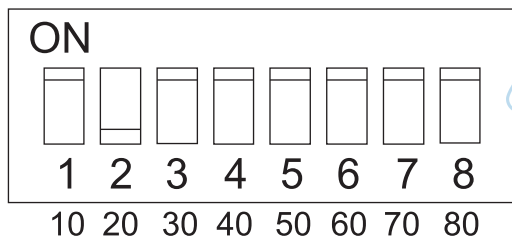
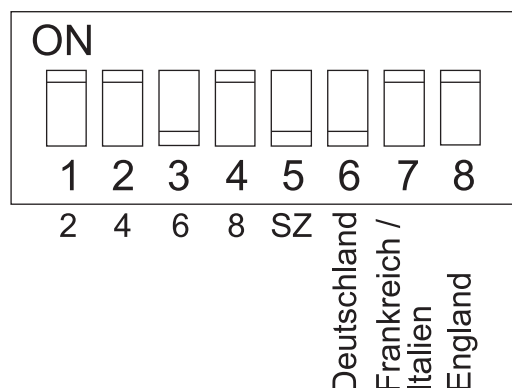

Abb. 3: Rohwasserhärte Zehnerstelle (DIP-Schalter 20)
Abb. 4: Rohwasserhärte Einerstelle (DIP-Schalter 21)
- Änderung der voreingestellten **Rohwasserhärte**: Die Rohwasserhärte Ihres Leitungswassers muss an der elektronischen Schaltung eingestellt werden (siehe DIP-Schalter 20 u. 21, Abb. 3 u. 4).
Mit Hilfe der beiden DIP-Schalter 20 und 21 wird dieser Wert an der elektronischen Schaltung eingestellt. Hierzu wird mit dem DIP-Schalter 20 (siehe Abb. 3) die Zehnerstelle und mit den Kontakten 1 bis 4 des DIP-Schalters 21 (siehe Abb. 4) die Einerstelle der Rohwasserhärte eingestellt.
(siehe Abb. 4). Die Summe aus der Zehner-Stelle und der Einer-Stelle beträgt in diesem Fall $20\text{ °dH} + 6\text{ °dH} = 26\text{ °dH}$.